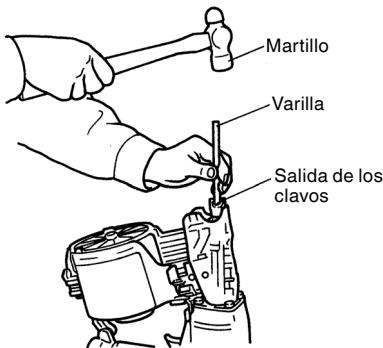

Fig. 18
- (1) Extraiga el rodillo de los clavos del cargador, abra la guía de los clavos, inserte una varilla en la salida de los clavos y golpee la varilla con un martillo (Fig. 18).